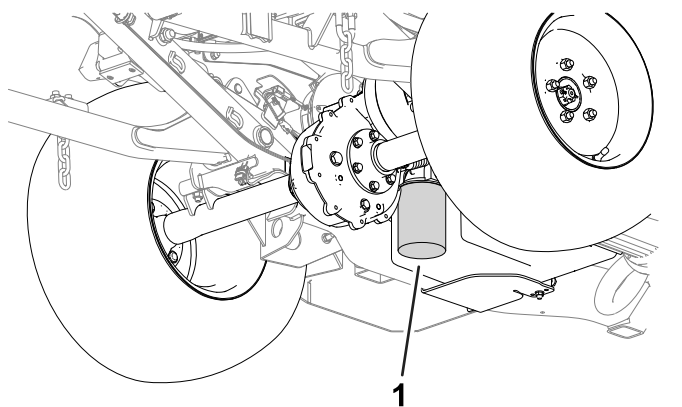

Bild 57
1. Reinigen Sie den Anbaubereich des Hydraulikfilters (in Bild 57 dargestellt).